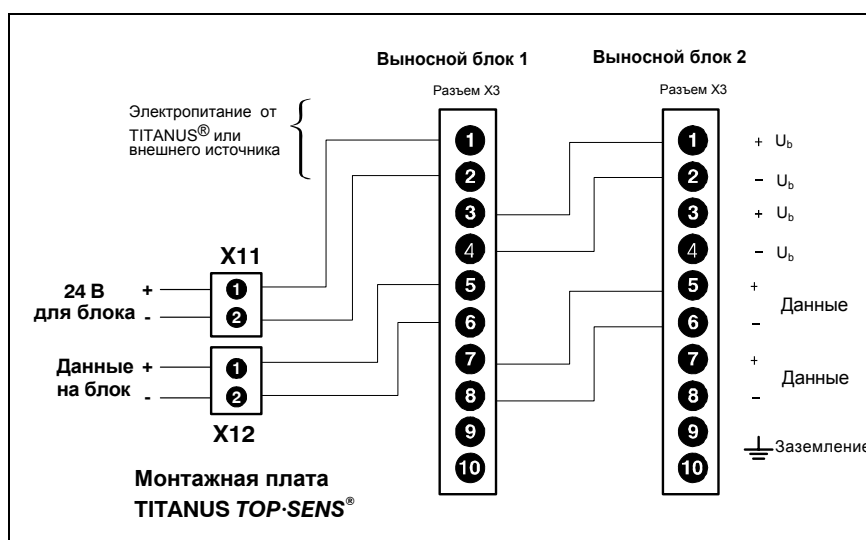

Рис.5.30: Подключение блока индикации к TITANUS TOP • SENS®
3. Выполните электрическое подсоединение в соответствии с Рис. 5.30.